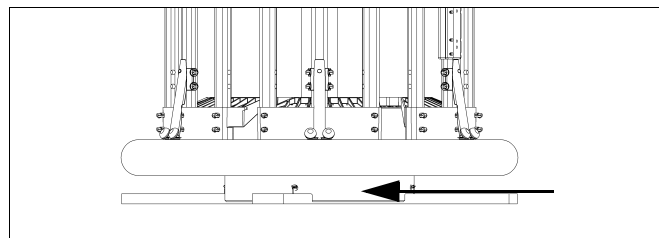

рис. 84
- 9) Удалите опорный цилиндр с креплением (рис. 84).